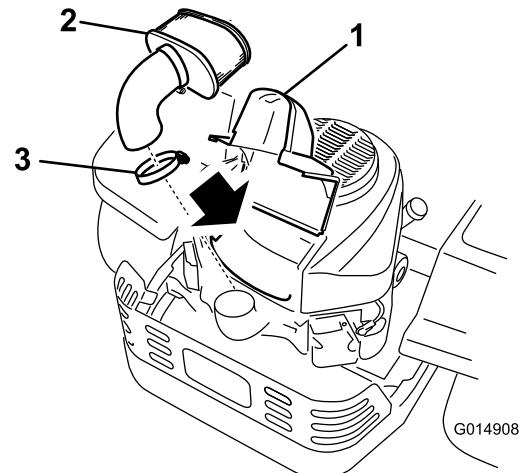

Bild 36
- Reinigen Sie den Bereich um den Luftfilter herum, um zu verhindern, dass Schmutz in den Motor fällt und Schäden verursacht. Heben Sie die Abdeckung an und entfernen die Schlauchklemme, mit der der Luftfilter am Motor befestigt ist (Bild 36).
- Lösen Sie die Schlauchklemme und entfernen den Papiereinsatz (Bild 36).